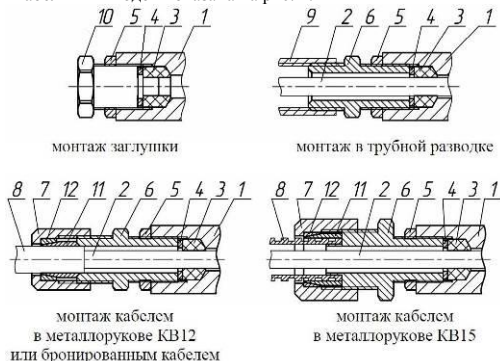

Рисунок 1 – Примеры с различными вводными устройствами
Конструкция кабельных вводов показана на рис. 1.
- на кабельную разделку надеть гайку (7), конус (11) и кольцо (12);
- ввод кабеля в прибор производится через отверстие штуцера, затем на штуцер накручивается гайка. Фиксация кабеля и заземление обеспечивается обжатием брони конусом (11).
При трубной разводке, рис. 1 трубная муфта навинчивается непосредственно на штуцер (5) с резьбой G1/2 или G3/4.